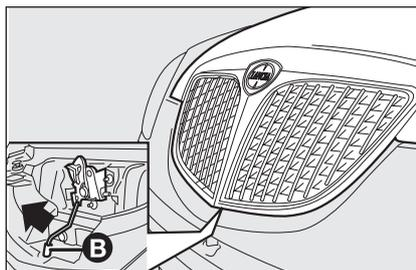

fig. 82
- ❑ spostare verso sinistra la levetta **B**-fig. 82 come indicato dalla freccia;